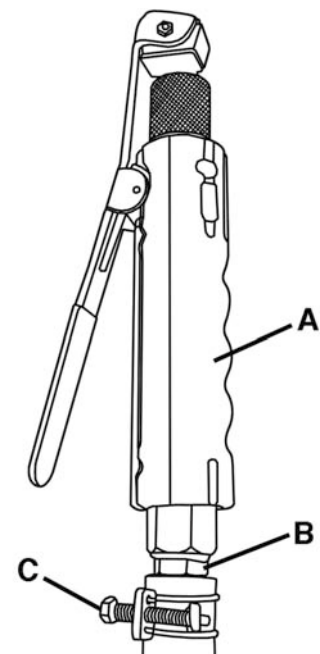

Figure 3
Trouvez le fusil abrasif (A) Fig.3 et le ruban à téflon. Enroulez du ruban à téflon dans le sens horaire autour du filetage de l'adaptateur du fusil (B) et vissez le fusil abrasif sur l'adaptateur. Assurez-vous que le fusil abrasif est bien serré et que la vis (C) du collier de serrage qui retient l'adaptateur du fusil est serrée correctement.